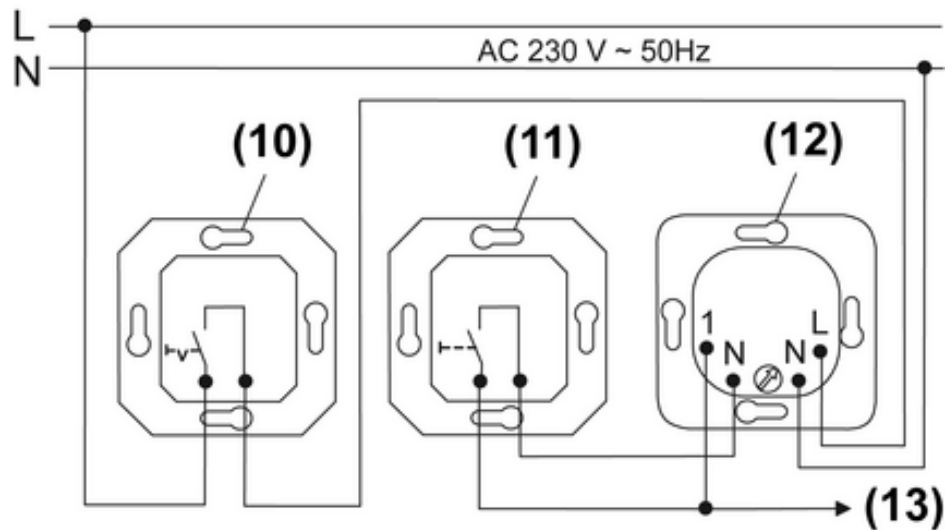
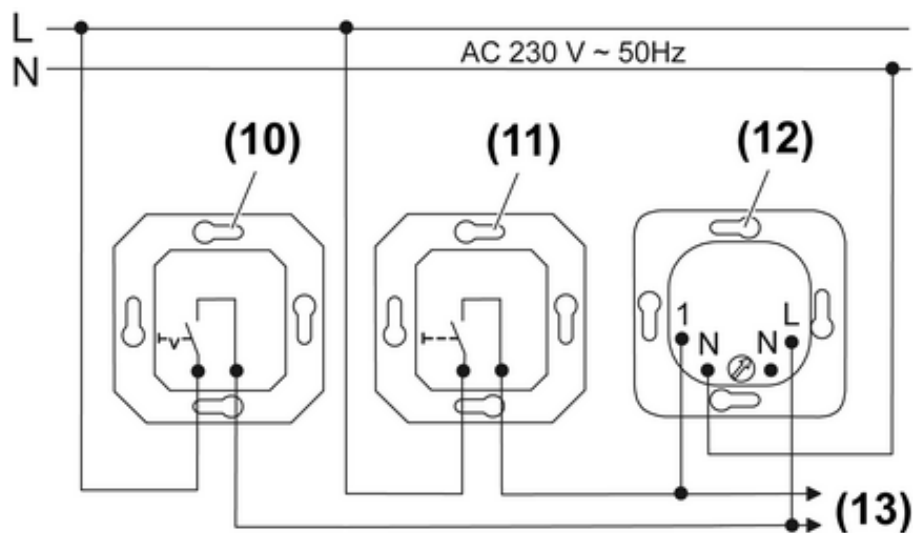

Bild 4: Anschlussbeispiel Farbumschaltung über Neutralleiter
Bild 5: Anschlussbeispiel Farbumschaltung über Außenleiter
Die folgenden Beispielschaltungen zeigen zwei Möglichkeiten die Orientierungsleuchte zu installieren. Im Anschlussbeispiel (Bild 4) wird der Neutralleiter auf den Steuereingang "1" getastet um die Farbumschaltung zu realisieren. Im Anschlussbeispiel (Bild 5) wird der Außenleiter auf den Steuereingang "1" getastet.
- Orientierungsleuchte gemäß Anschlussbeispiel (Bild 4) oder (Bild 5) anschließen.
- Weitere Orientierungsleuchten über (13) mit der ersten Orientierungsleuchte verbinden.
- Einsatz (12) in eine Gerätedose montieren. Die Anschlussklemmen müssen unten liegen.